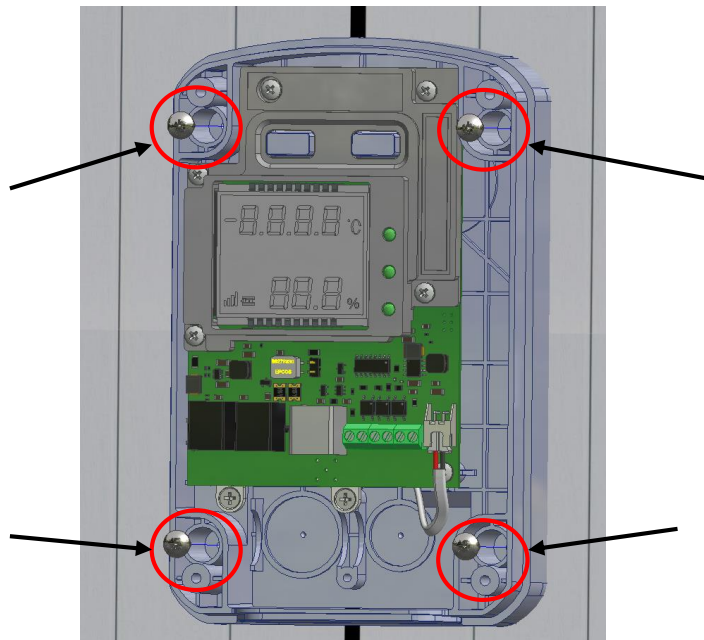

Рисунок 6 – Пример крепления к стене
2.4.4 Крепление изделия к стене осуществляется при помощи метизов (рисунок 6).